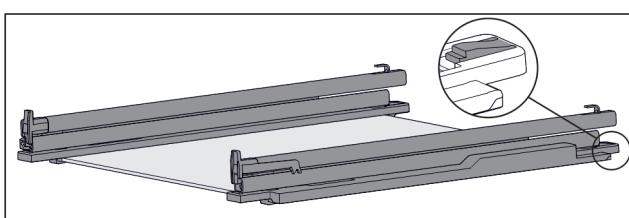

Fig. 95 Steklena plošča z vodili in držalnimi deli
► Držalni del na zadnji strani potisnite navzdol (glejte Fig. 95) in hkrati vodilo potisnite proti zadnji strani.